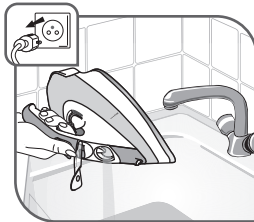

Fig. 17
- Húzza ki a lábazatot a konnektorból és ürítse ki a tartályt – **fig.17.**